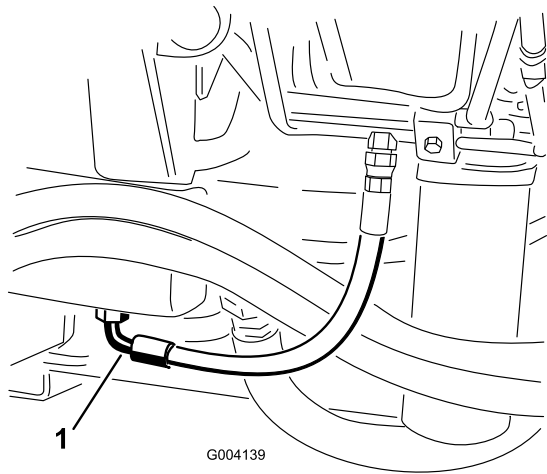

Bild 90
2. Stellen Sie eine große Auffangwanne unter das Anschlussstück, das unten am Hydraulikölbehälter befestigt ist (Bild 90).